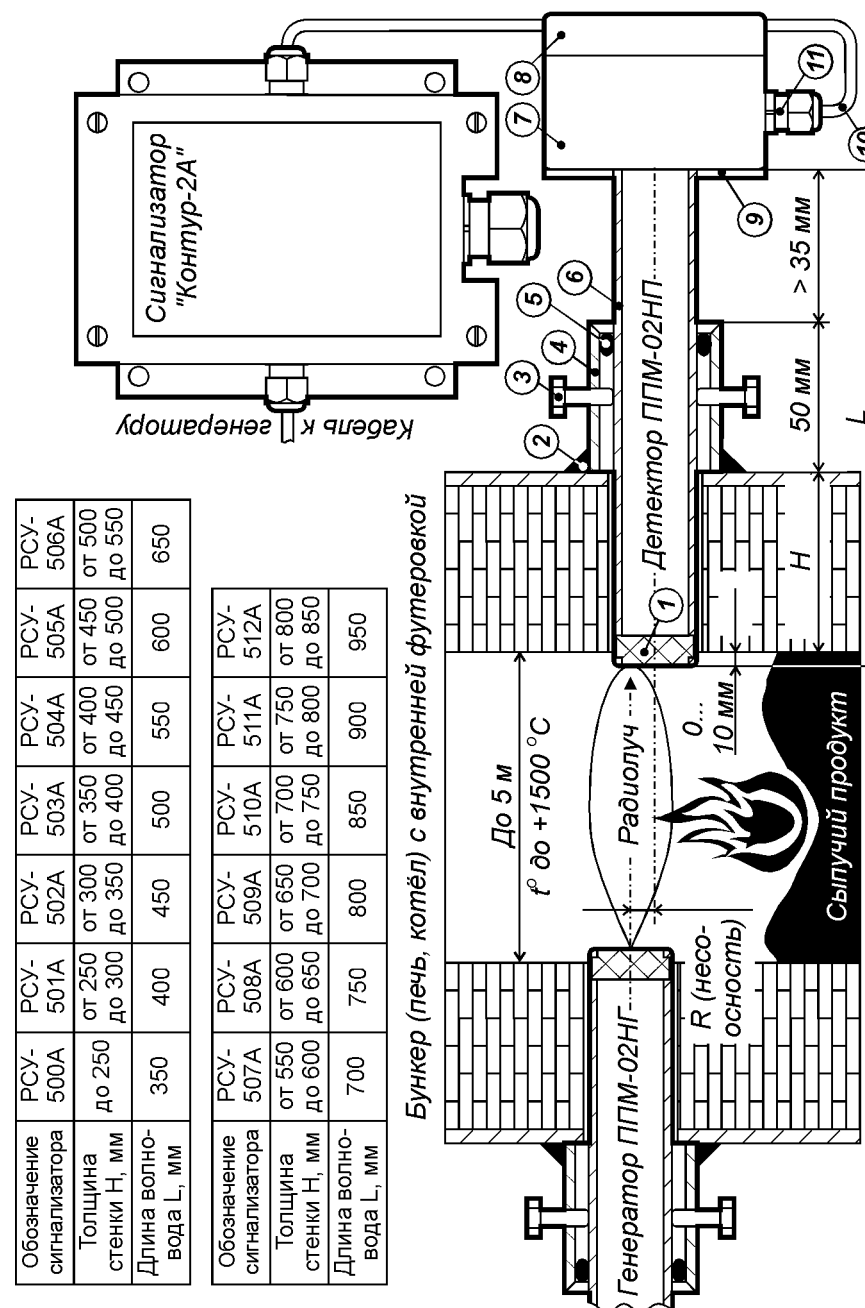

Рис. 1. Принцип действия датчиков уровня серии РСУ-500А.
Принцип действия датчиков уровня серии РСУ-500А (далее – «датчиков») основан на ослаблении амплитуды радиосигнала, проходящего сквозь слой контролируемого продукта (рис. 1).
В комплект поставки датчика входят микроволновые генератор и детектор. Они устанавливаются в соосные отверстия на противоположных стенках бункера: толщина стенок может достигать 850 мм (см. таблицу обозначений на рис. 1).
Генератор ППМ-02НГ и детектор ППМ-02НП имеют одинаковую конструкцию, показанную на рис. 1.
К корпусу через латунный фланец [поз. 9] прикреплён круглый волновод [поз. 6], изготовленный из терморезистивного металлического сплава. Со стороны контролируемого продукта волновод закрыт жаростойкой диэлектрической заглушкой [поз. 1]. Требуемая длина волновода L зависит от толщины футерованной стенки бункера и кодируется в обозначении типа датчика в соответствии с таблицей на рис. 1.
Установка генератора и детектора на бункер или его конический сход должна проводиться в строгом соответствии с рис. 1.
Сигнал, излучаемый генератором, является поляризованным: при повороте оси детектора относительно оси генератора (оси обозначены на рис. 1 штрих-пунктирной линией) чувствительность датчика резко снижается и при угле поворота в  $90^{\circ}$  падает практически до нуля.
1. Просверлить на противоположных стенках бункера, друг напротив друга сквозные отверстия диаметром 28...30 мм. Несоосность отверстий (R на рис. 1) не должна превышать 5% от внутреннего диаметра (сечения) бункера.
3. Измерить расстояние от внутренней поверхности футерованной стенки бункера до внешней грани крепёжной трубы. Отмерив указанное расстояние от торца керамической заглушки (поз. 1 на рис. 1) нанести на волновод (поз. 6 на рис. 1) соответствующую метку.
4. Избегая перекосов, вставить в подготовленные отверстия через крепёжные трубы генератор ППМ-02НГ и детектор ППМ-02НП до совпадения метки с внешним краем крепёжной трубы. Модуль должен быть установлен заподлицо с внутренней поверхностью стенки или выступать внутрь бункера не более, чем на 10 мм (см. рис. 1). При этом расстояние между внешней гранью крепёжной трубы и латунным фланцем (поз. 9 на рис. 1) должно быть не менее 35 мм.
6. Между волноводом и крепёжной трубой (см. рис. 1) необходимо проложить термостойкий шнур из комплекта поставки. Шнур укладывается равномерно слоем 1,5 – 2 витка и обеспечивает защиту пластикового корпуса генераторного (детекторного) модуля от открытого пламени.